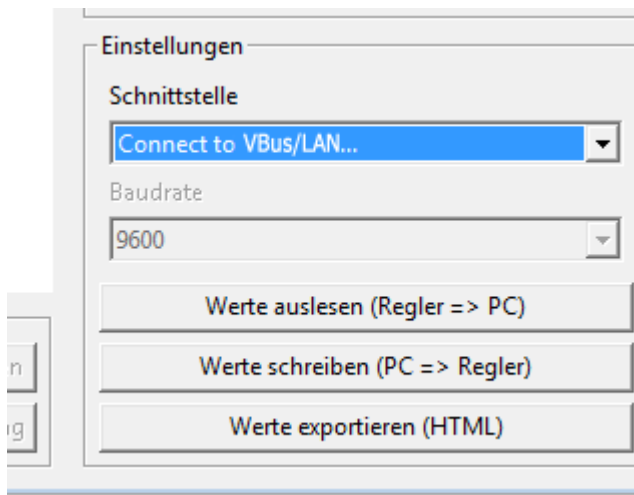

Abb. 5
- ➔ Den gewünschten Vorgang anklicken (Abb. 5)